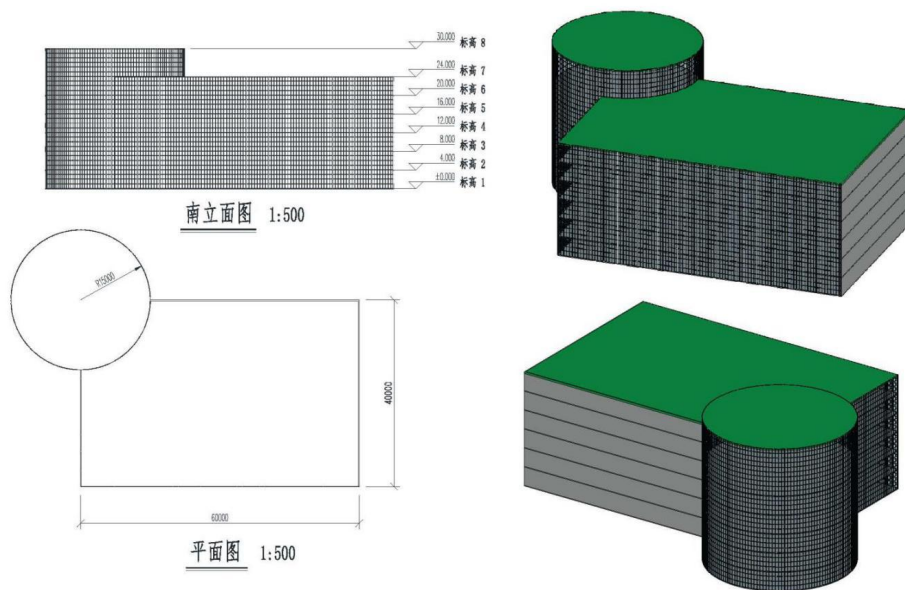

图 2 体量的创建
②创建图 2 中体量：按图示尺寸要求创建柱结构的体量模型。文件以“**柱体.rfa**”格式保存到考试文件夹。